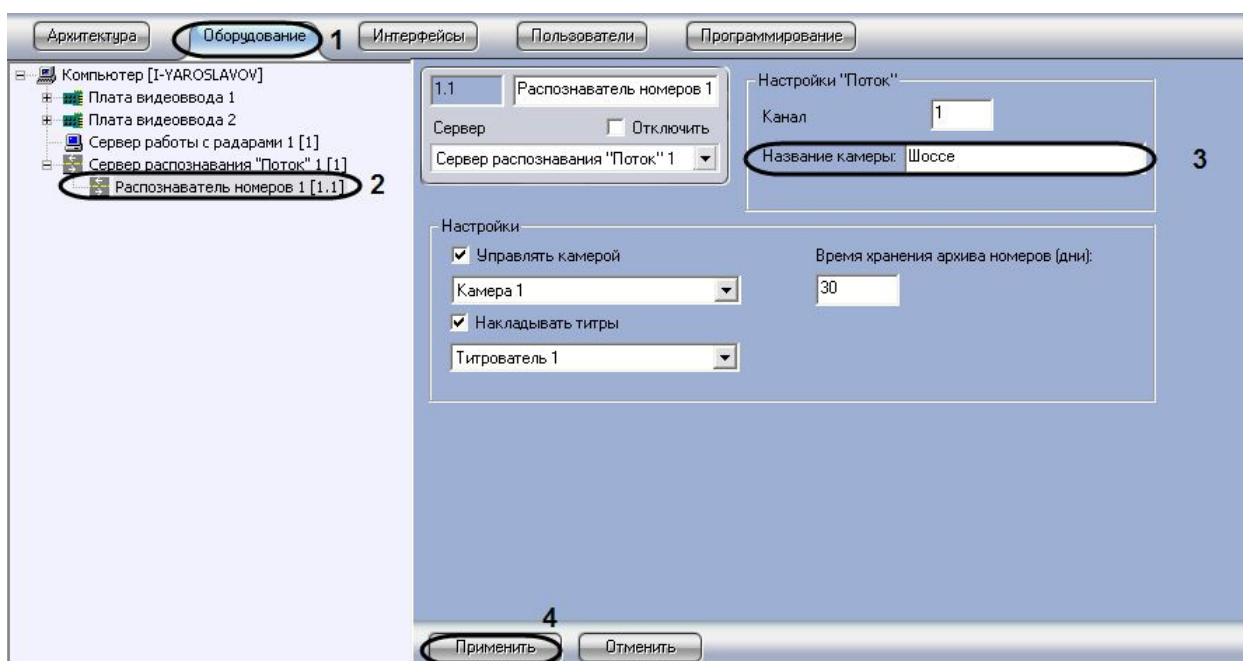

Рис. 7.3.6-1 Указание названия видеокамеры, работающей совместно с программным модулем «Поток»
1. В диалоговом окне «Настройка системы» перейти на вкладку «Оборудование» (см. Рис. 7.3.6-1, 1).
2. В дереве объектов на вкладке «Оборудование» выбрать объект «Распознаватель номеров», соответствующий настраиваемому программному модулю «Поток» (см. Рис. 7.3.6-1, 2). В правой части вкладки «Оборудование» отобразится панель настройки выбранного объекта.
3. В поле «Название камеры:» ввести название видеокамеры, работающей совместно с программным модулем «Поток» (см.Рис. 7.3.6-1, 3).
4. Нажать кнопку «Применить» (см. Рис. 7.3.6-1, 4).